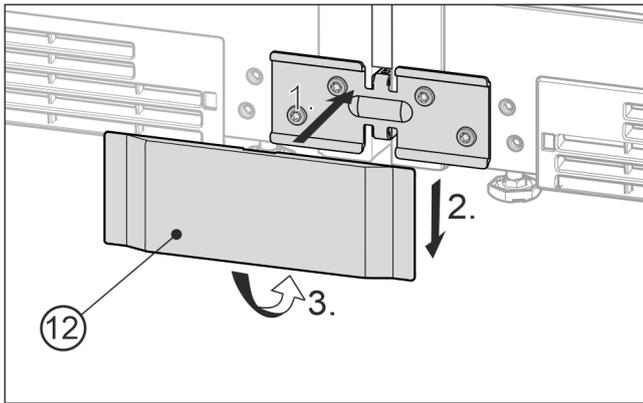

Fig. 22 例图
- ▶ 将下方的盖板 Fig. 22 (12)从前面放置到角上 Fig. 22 (1)，向下推入 Fig. 22 (2) 并向下卡紧 Fig. 22 (3)。